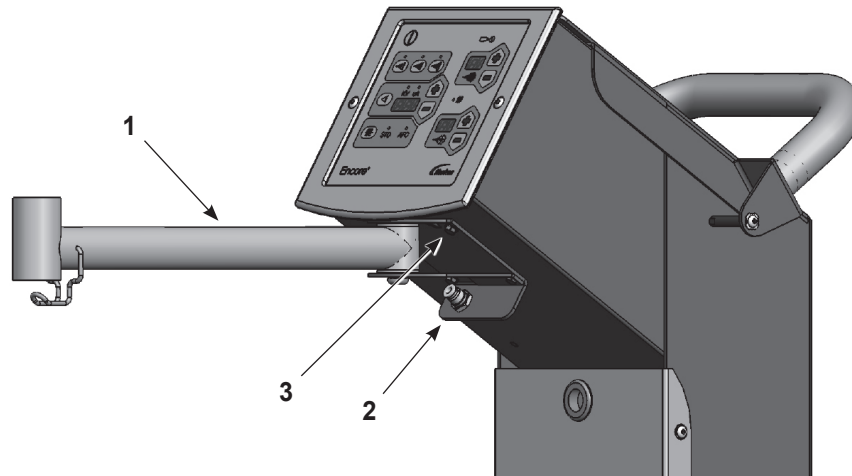

Abbildung 3-5 Installation des Entnahmerohrarms
2. Siehe Abbildung 3-5. Den Entnahmerohrarm wie abgebildet mit vier M5x10 Schrauben mit integrierten Sicherungsscheiben (3) installieren.